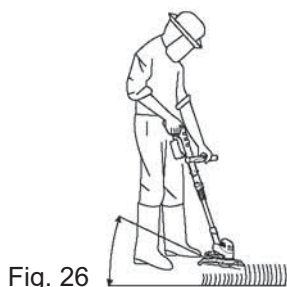

Fig. 26
- > Tenez la tête de coupe juste au-dessus du sol, à un angle d'environ 30° (Fig. 26). Ne l'appuyez jamais contre le sol : cela l'abîmerait, et la pelouse serait endommagée de manière irréversible.